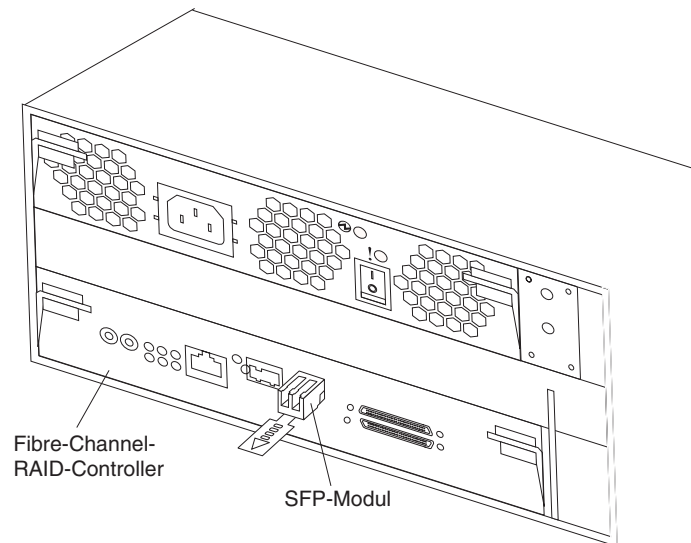

Abbildung 31. Installation eines SFP-Moduls im Hostanschluss
4. Drehen Sie das SFP-Modul so, dass sich die Plastik- bzw. Drahtzunge an der Unterseite befindet. Setzen Sie das SFP-Modul anschließend so in den Hostanschluss ein, dass es einrastet. Informationen hierzu finden Sie in Abb. 31.